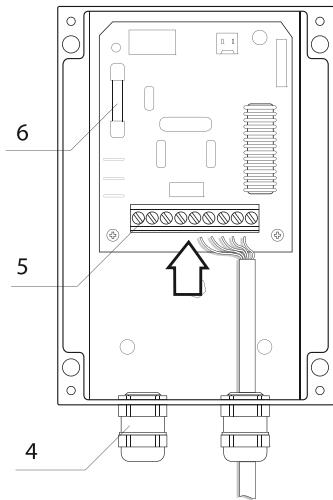
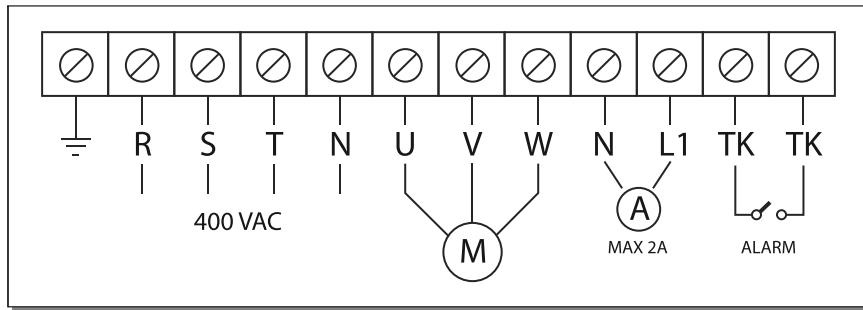

Рис. 3
Рис. 4. Схема электрических подключений
Регулятор имеет пять скоростей, выбор между которыми осуществляется выставлением поворотной ручки 1, в одно из пяти фиксированных положений, и положение «**0**» в котором прибор выключен. В регуляторе предусмотрены клеммы **ТК** (см. рис. 4) для подключения термального контакта, смонтированного в мотор вентилятора, при срабатывании термального контакта прекращается подача напряжения на двигатель вентилятора и загорается сигнальная лампа 3, показывающая аварийную работу регулятора. Регулятор также имеет клеммы **L1,N** (230Vac/**макс 2A**) для подключения внешнего оборудования (например приводов воздушных заслонок). В случае перевода ручки регулятора в положение «**0**», напряжение на клеммы и электродвигатель вентилятора не подается.
Прибор оборудован плавким предохранителем — **6** (см.рис.3), защищающим прибор и подключенный к нему вентилятор, от повышенного токопотребления.
- Произвести электрические подключения согласно схемы (**см. рис.4**). Подключение внешних электрических проводников к изделию осуществляется при помощи винтовых клемм — **5** (**см.рис.3**). Ввод проводников во внутрь прибора производится через гермовводы — **4** (**см. рис.3**). На внешнем вводе (220В/50Гц) должен быть установлен встроенный в стационарную сеть электроснабжения автоматический выключатель.